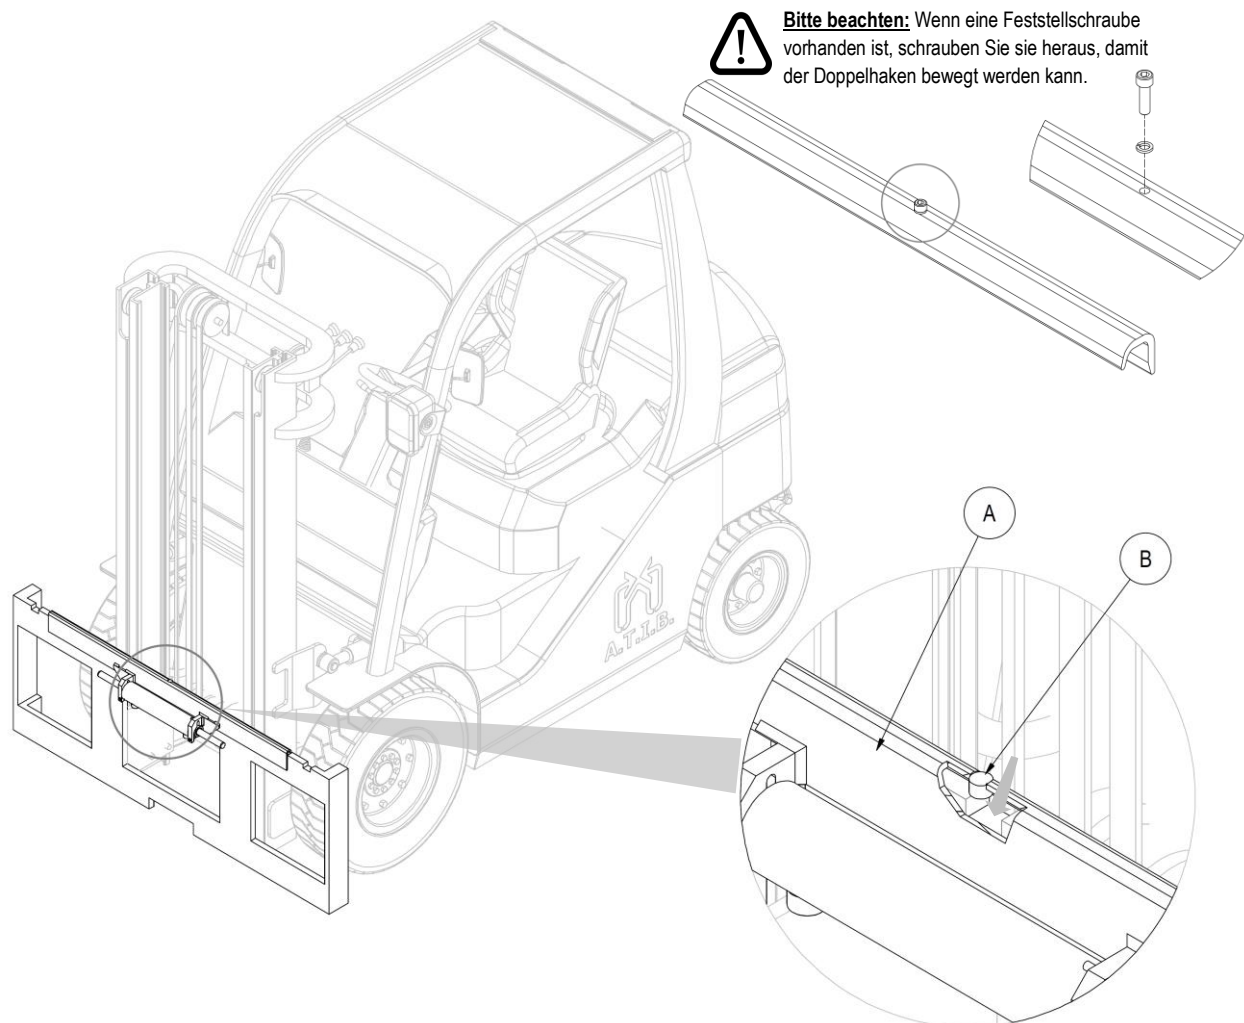

Abbildung 2
4. Nehmen Sie den Doppelhaken **A** (mit dem Zylinder) und setzen Sie ihn auf das obere Profil des Gabelzinkenträgers. Achten Sie darauf, dass der Zentrierstift **B** in die mittlere Kerbe einrastet (siehe *Abbildung 2*).